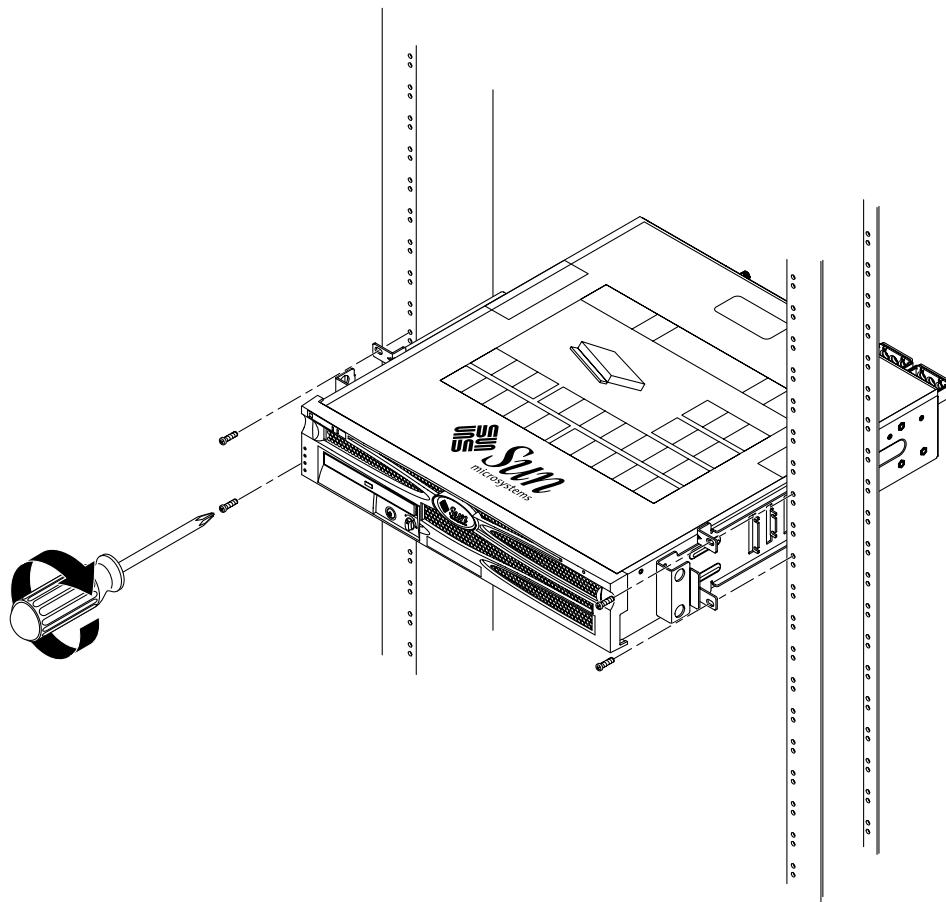

図 3-32 2 ポストラックへのサーバーの取り付け
4. 各固定部品にねじを 2 本ずつ使用して、サーバー正面をラックの正面に固定します (図 3-32 を参照)。